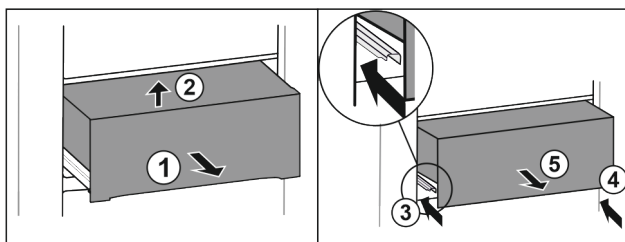

Fig. 22
- ▶ Predal izvlecite do polovice Fig. 22 (1).
- ▶ Dvignite ga naprej Fig. 22 (2).
- ▶ Vstavite levo vodilo Fig. 22 (3).
- ▶ Vstavite desno vodilo Fig. 22 (4).
- ▶ Predal vzemite ven v smeri naprej Fig. 22 (5).